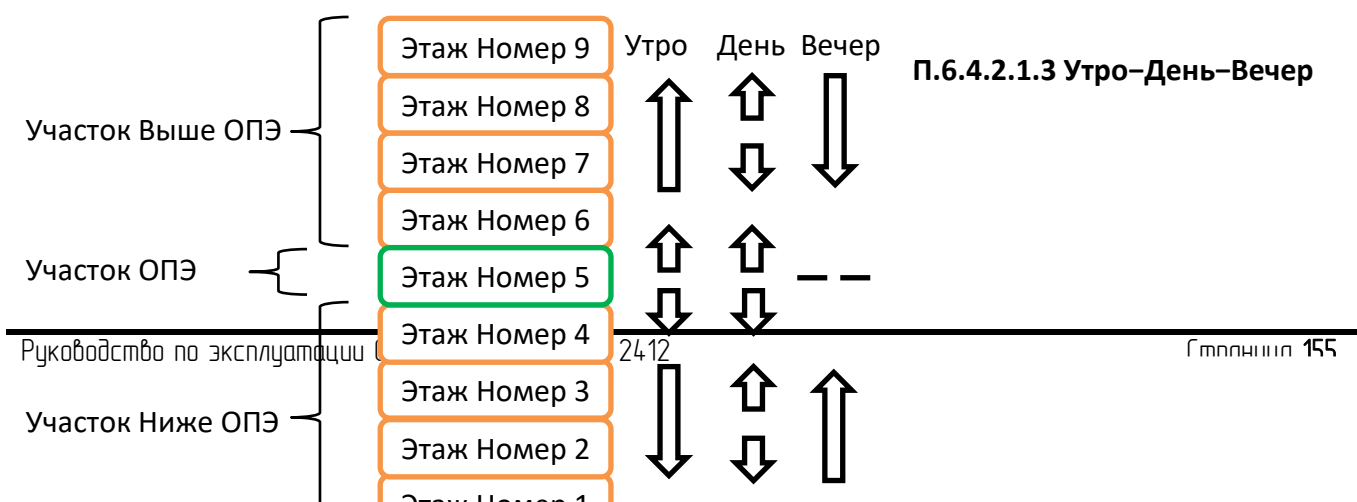

Рисунок 46 Пример 8. Офисное здание. Режим Утро-День-Вечер
- В вечернее время приоритетное направление пассажиропотока к **ОПЭВ** (работники возвращаются домой), см. **Рисунок 46**